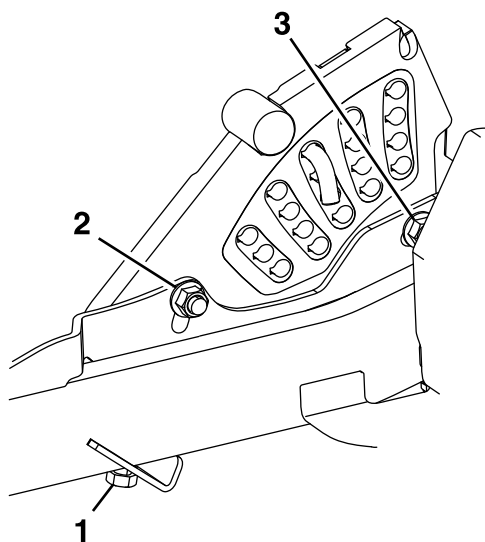

Figura 78
- Se le 4 viti di regolazione del piatto di taglio non sono state regolate in modo da ottenere un'altezza di taglio accurata con l'inclinazione desiderata, potete regolare il sistema da un punto unico (Figura 78).
12. Per regolare il sistema da un punto unico, per prima cosa allentate i bulloni per il montaggio della piastra dell'altezza di taglio anteriore e posteriore (Figura 78).
14. Serrate i 2 bulloni alla base della piastra dell'altezza di taglio (Figura 78).